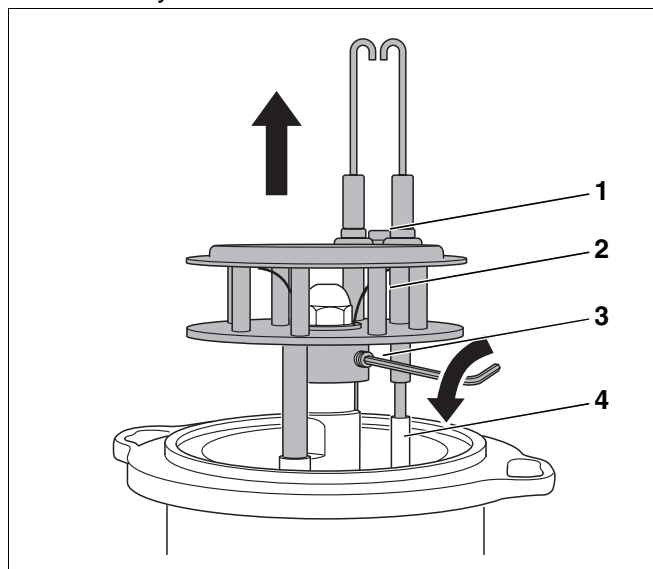

Рис. 28 Демонтаж смесительной системы
- Открутить болт (рис. 28, поз. 1) между запальными электродами.
- Отсоединить провода от запальных электродов (рис. 28, поз. 4).
- Ослабить штифт (рис. 28, поз. 3, стр. 33) и демонтировать смесительную систему (рис. 28, поз. 2, стр. 33).
- Вынуть смесительную систему вверх (рис. 28, поз. 2, стр. 33).